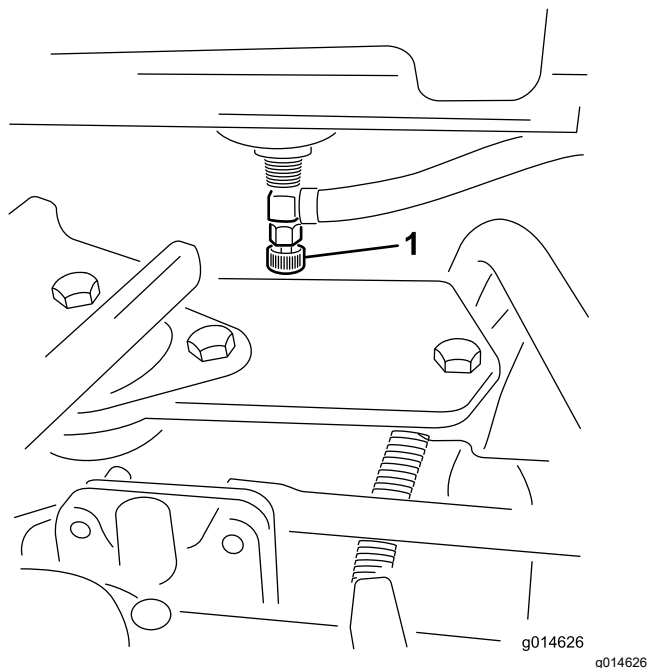

Figura 34
1. Chiudete la valvola di intercettazione del carburante (**Figura 34**) sotto il serbatoio del carburante.